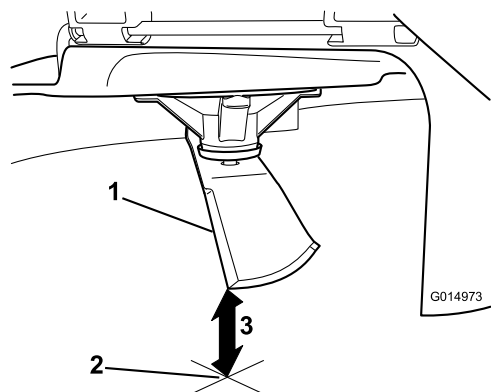

Figura 67
5. Măsurai de la vârful lamei până la suprafața plană (Figura 67).